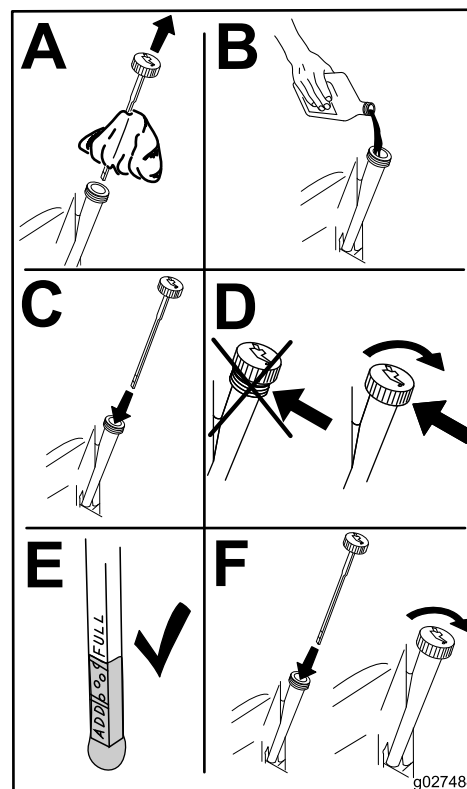

Figura 38
6. Coloque lentamente cerca de 80% da quantidade de óleo especificada no orifício de enchimento (Figura 38).
7. Verifique o nível de óleo; consulte Figura 38.